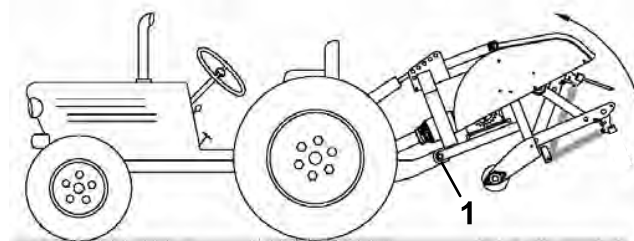

Figura 20
**Nota:** Per evitare il sollevamento eccessivo dell'arieggiatore, fissate i bracci di sollevamento dell'unità motrice ai fori superiori della staffa di sollevamento, se presenti (Figura 20). L'angolo massimo di sollevamento rispetto all'albero della presa di forza è di 35°.